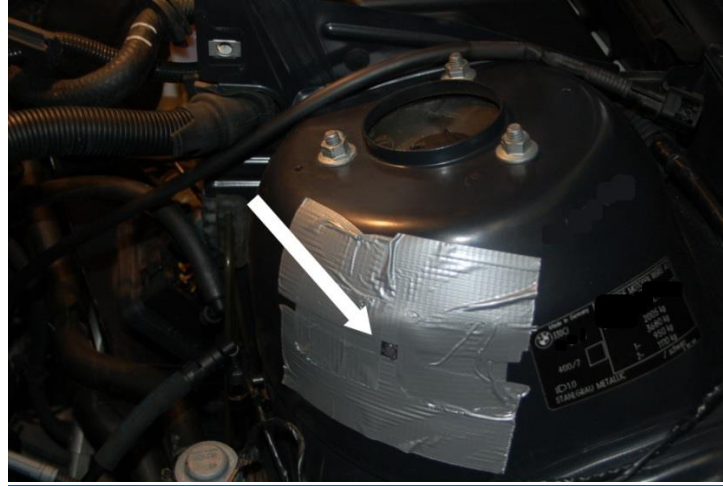

Abbildung 14
- 27. Öldruckschalter (Abb. 14, Pos. 1) am Gehäuse des Ölfilters ausbauen
- 28. Hohlschraube (Abb. 14, Pos. 2) demontieren